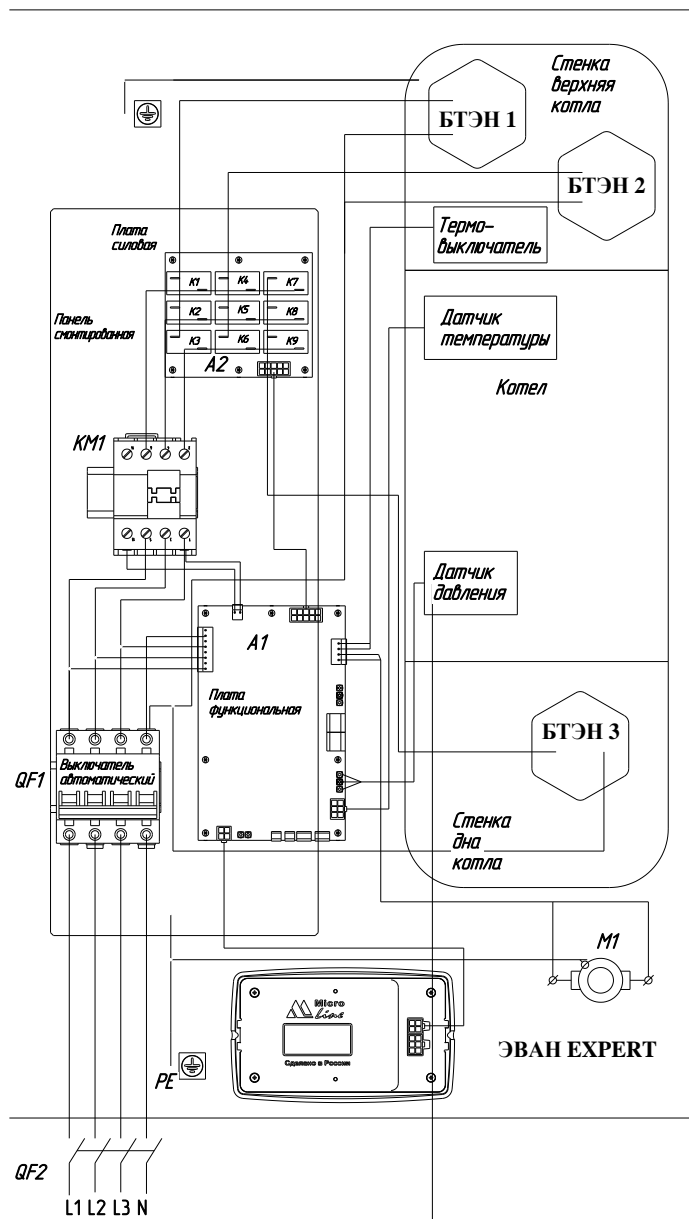

Рис. 12
6.1.14 Схема подключения прибора изображена на рис. 12.
6.1.15 Прибор должен быть смонтирован на стенах и сооружениях, в хорошо освещенных помещениях. Для возможности реализации естественной циркуляции и снижения энергозатрат циркуляционного насоса прибор желательно располагать на нижнем уровне отапливаемого здания. Подключение силового кабеля, шнура питания циркуляционного насоса, шнура датчиков температуры воздуха и прочих устройств производится согласно ПУЭ и ППБ в соответствии с рис. 12.